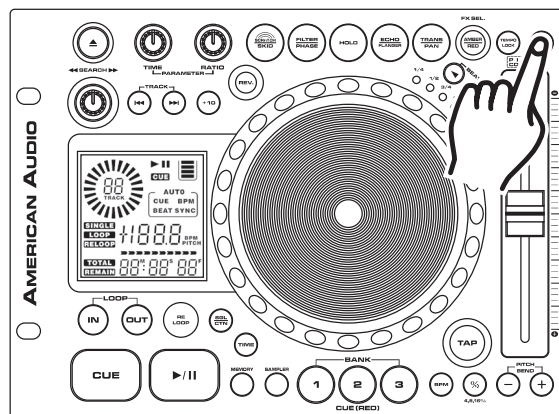

Figura 40
Cómo emplear el Selector de Porcentaje del Deslizador de Tono (27): Se puede elegir un rango de funcionamiento de tono en cualquier momento. Para cambiar el rango de funcionamiento, asegúrese de encender la función de tono, como se aprecia en la figura 40. El rango de porcentaje de tono puede variarse de acuerdo con los siguientes valores +/-4%, +/-8%, +/-16%, y +/- 100%. 4% es el porcentaje mínimo posible de manipulación del tono; por el contrario, 100% es el máximo. Para ajustar los diferentes rangos, presione el BOTÓN PITCH ON/OFF (17) y pulse el BOTÓN % (27) hasta llegar al valor que desea. La señal L.E.D. del BOTÓN % (27), se enciende en rojo para 4%, titila en rojo para 8%, se enciende en azul para 16% o titila en azul para 100%.